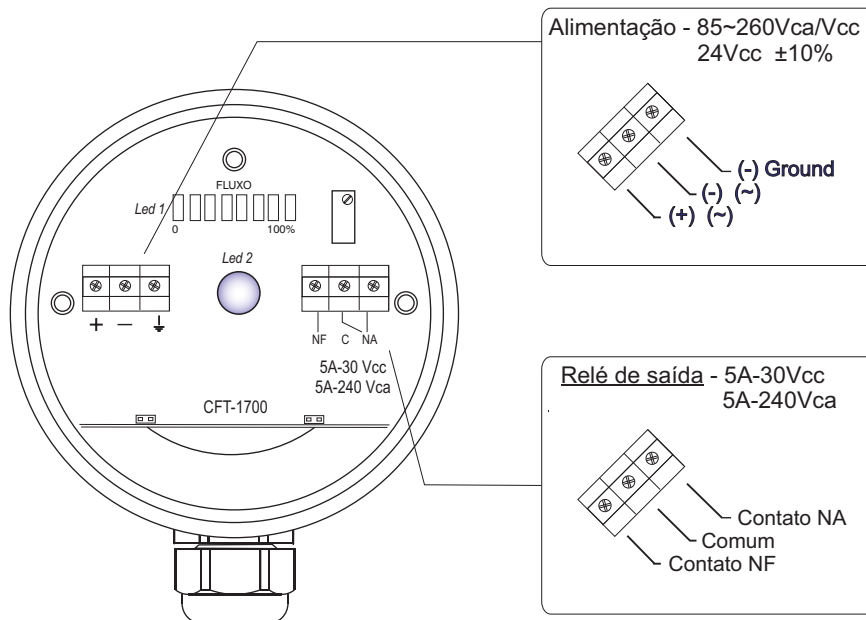

Fig 6 - Conexão elétrica com prensa cabo
- 4 - Gire o potenciômetro no sentido anti-horário até o led central ficar vermelho e a barra de leds se apagar, conforme fig. 6.